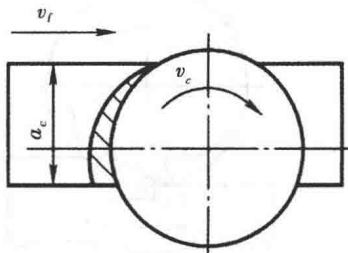

图 1-4 不对称顺铣示意
(4) 不对称顺铣 (如图 1-4 所示): 铣刀以较大的铣削厚度切入工件, 又以较小的厚度切出工件。虽然铣削时具有一定的冲击性, 但可以避免切削刃切